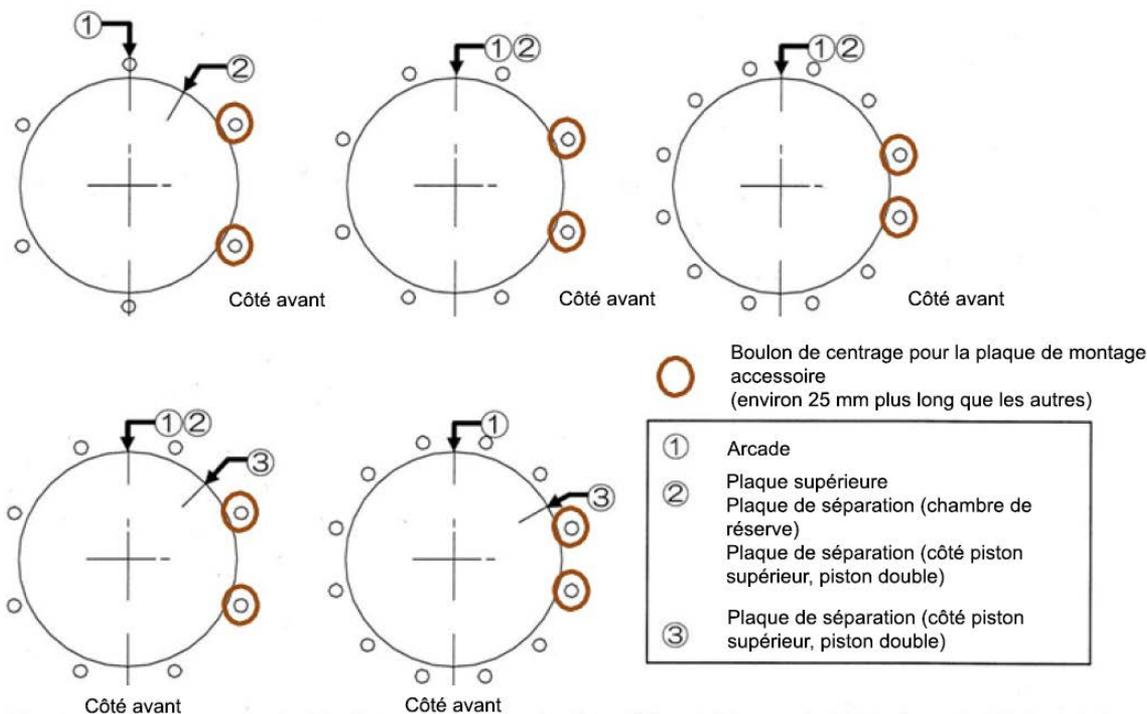

Figure 13 - Position des boulons de centrage
7. Remettez en place le tube de vérin (14) et la plaque supérieure (17) par un mouvement uniquement axial. Appliquez une couche de graisse de silicone sur la surface intérieure du tube de vérin.
8. Assurez-vous que les raccordements d'air sont correctement positionnés. Placez les boulons de centrage dans les trous de la plaque supérieure et de l'arcade. Installez les rondelles à ressort et les écrous, en les serrant légèrement à la main. Installez les rondelles à ressort et les écrous sur le côté inférieur de l'arcade, en les serrant à la main. Assurez-vous que la position des boulons de centrage (mesurant environ 25 mm de plus que les autres) de la plaque de montage accessoire, si elle est présente, correspond à celle indiquée dans la Figure 13.